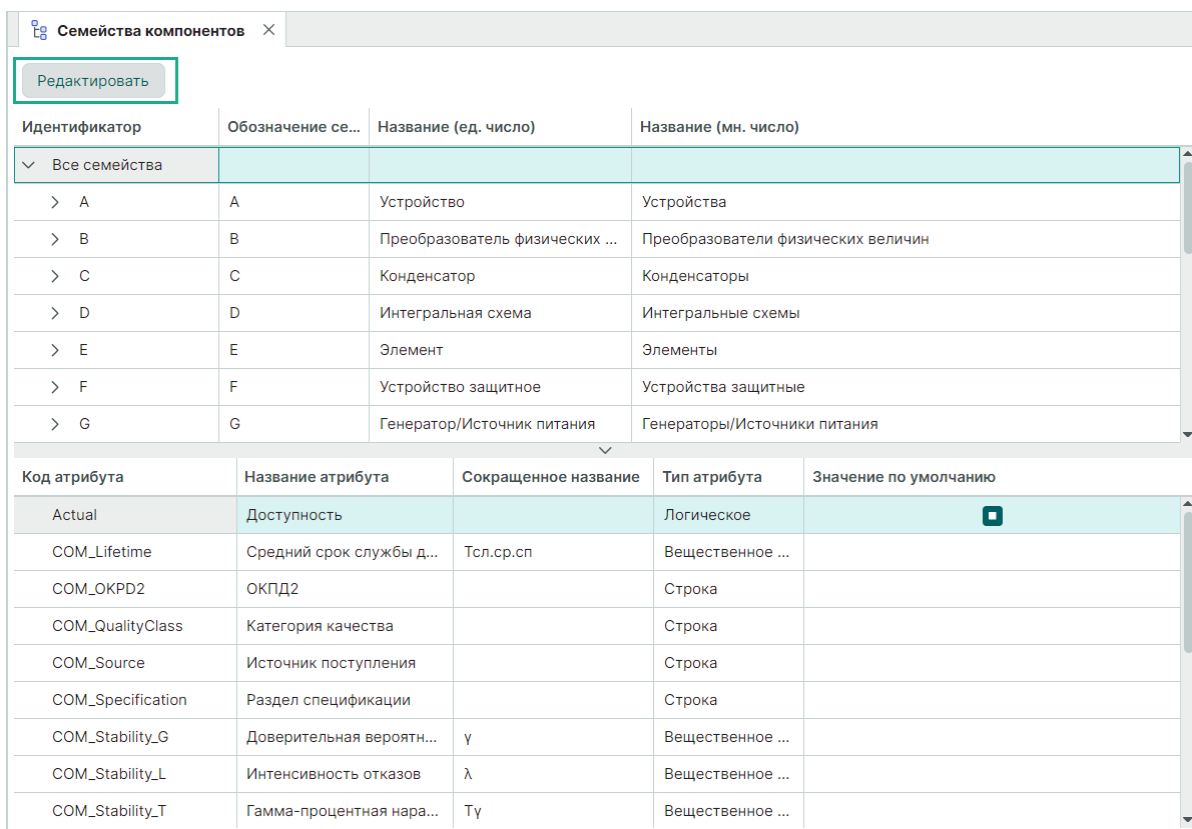

Рис. 166 Добавление атрибута
2. Выберите семейство компонента, в котором дополняется атрибут 3D модели радиодетали, например, семейство - Устройство, см. Рис. 166.